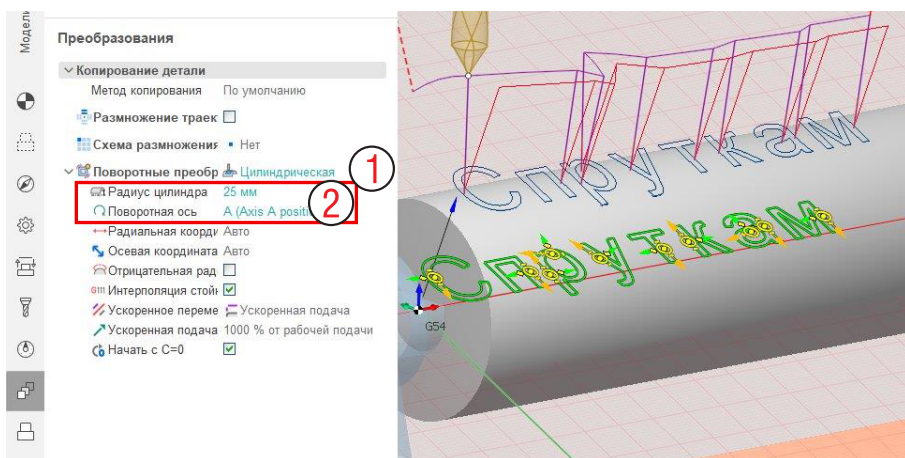

Рис. 12-16. Включение цилиндрической интерполяции.
На вкладке **Преобразования** задайте **Поворотные преобразования** значением **Цилиндрическая** (1 на рис. 12-16), радиус цилиндра 25 мм и поворотную ось A (2).